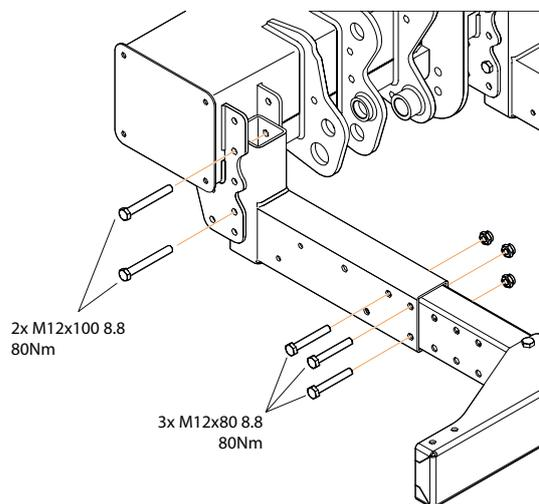

Abbildung 51. Montage des Unterfahrschutzes
1. Die innere Konsole in einer der vier möglichen Höheneinstellungen montieren. Die Höheneinstellung auswählen, welche den vorgegebenen Anforderungen entspricht, siehe Abschnitt "3.2 Gesetzlich vorgeschriebene Maße" auf Seite 9. Die zugehörigen Schrauben verwenden (M12x100). Montieren, ohne die Schrauben anzuziehen, siehe Abbildung 51.
Die zugehörigen Schrauben verwenden (M12x80). Montieren, ohne die Schrauben anzuziehen. siehe Abbildung 51.